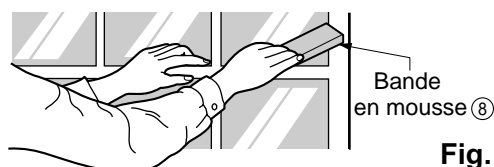

Fig. 8
11. Coupez la bande en mousse ⑧ à la longueur appropriée et insérez-la entre les châssis supérieur et inférieur de la fenêtre. (Voyez la fig. 8)